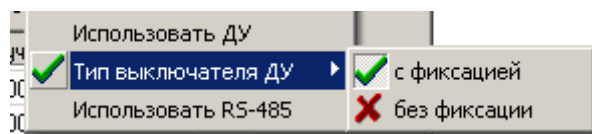

**Рисунок 5 – Панель состояния БПУ**
- «**Состояние БПУ**» - команда вызывает на экран информационную панель (Рисунок 5) с основными данными об БПУ: заводской номер; ПАСПОРТ, т.е. информация от изготовителя (данная информация может отсутствовать); текущие значения напряжения и тока в линии, к которой подключены излучатели; номер версии прошивки; наработка БПУ (время нахождения излучателей в состоянии излучения помехи при работе БПУ в штатном режиме); информация о зафиксированных ошибках: «**КЗ на линии**» (ток в линии больше 8 А; напряжение на линии вышло за допустимые границы 10...14 В), «**БПУ не сконфигурирован**» (т.е. в память не записан серийный номер и (или) отсутствует список излучателей), «**Отказ излучателя(ей)**», «**Ошибка памяти БПУ**» (сбой при чтении или записи информации), «**Нет ~220В**»;